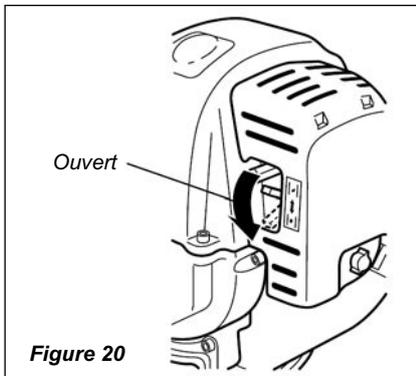

Figure 20
6. Au premier allumage du moteur, déplacer lentement le levier de starter vers la position « OUVERT » (| ↑ |). Voir la figure 20. (Si le moteur s'arrête après le premier démarrage, fermer le starter et recommencer.)